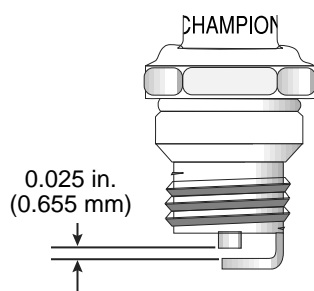

Fig. 68
3. Remplacez toute bougie fendillře, encrassře ou sale. Rřglez l'řcartement ^ 0,655 mm (0,025 po) ^ l'aide d'une jauge d'řpaisseur (Fig. 68).